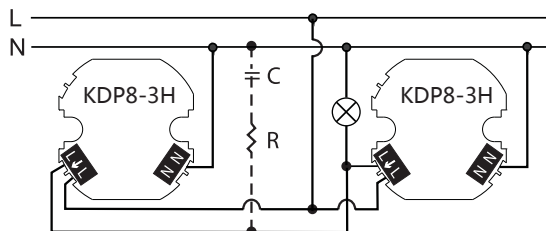

FIG.10
Deux capteurs des interrupteurs muraux parallèles pour contrôler la charge connectée (Voir FIG.10).
- Dévisser la borne et se référer au schéma de câblage (Voir FIG.6 - FIG.10) pour insérer les câbles d'alimentation dans les prises de borne correspondantes. Veuillez décaper entre 6-8MM du câble à l'aide de l'outil (Voir FIG.12).
Se référer à la FIG.10 pour la position des trous de vis